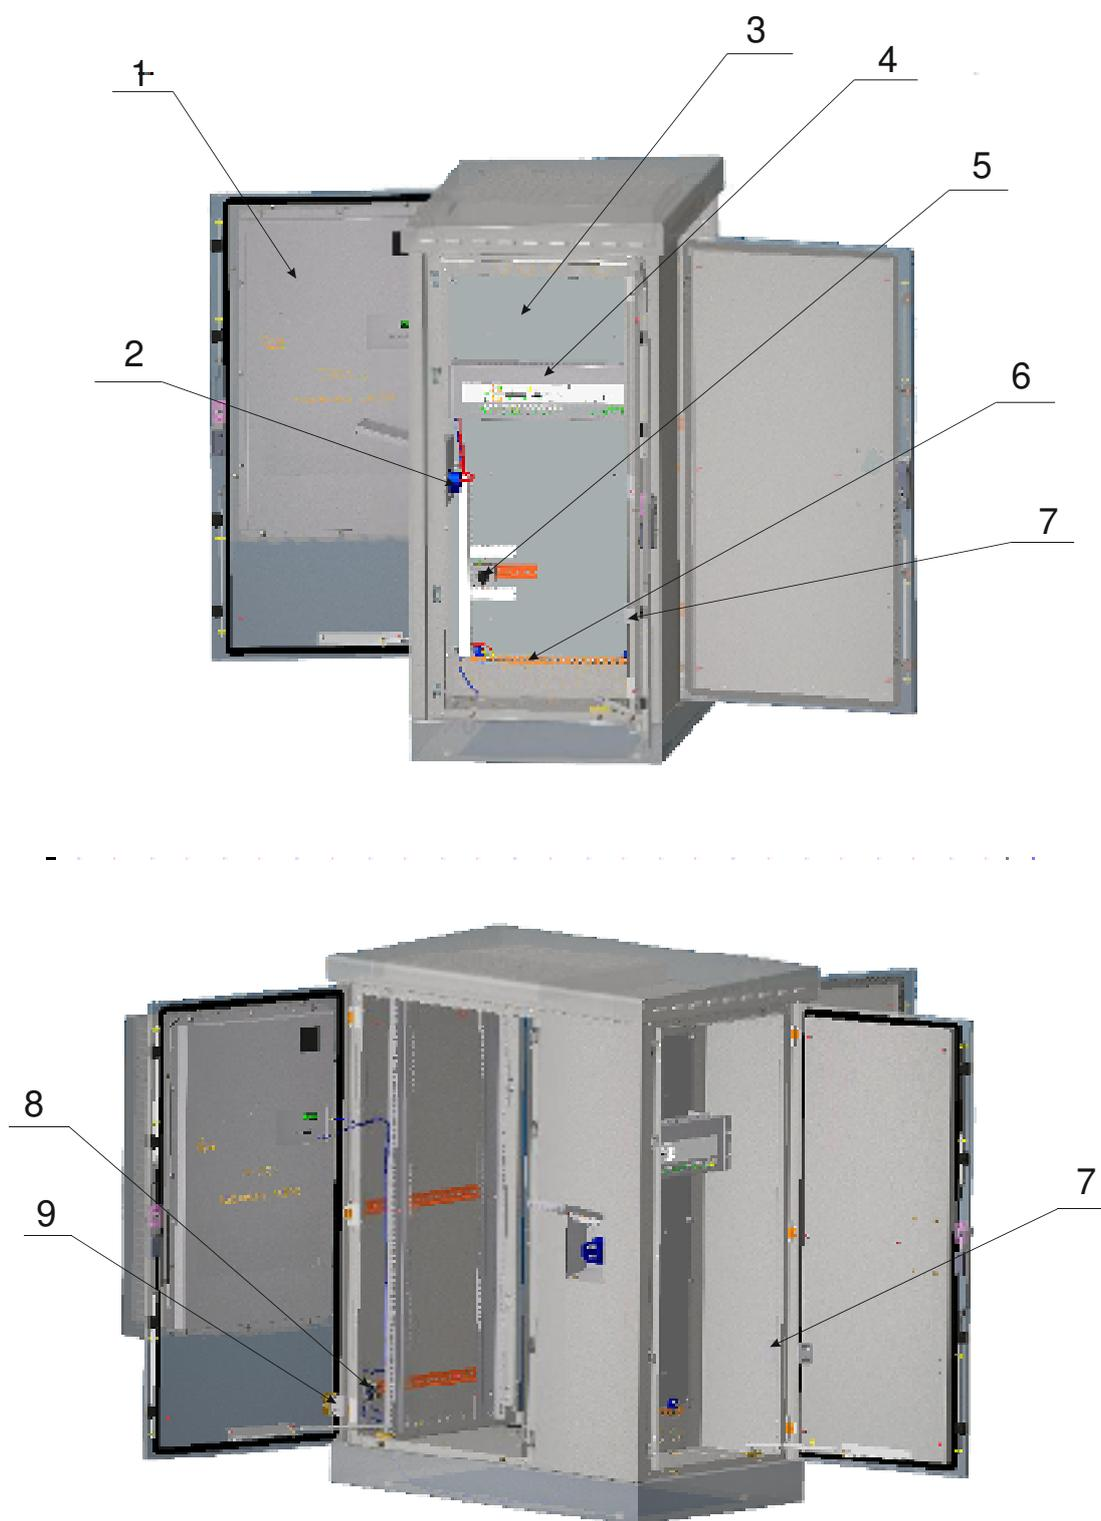
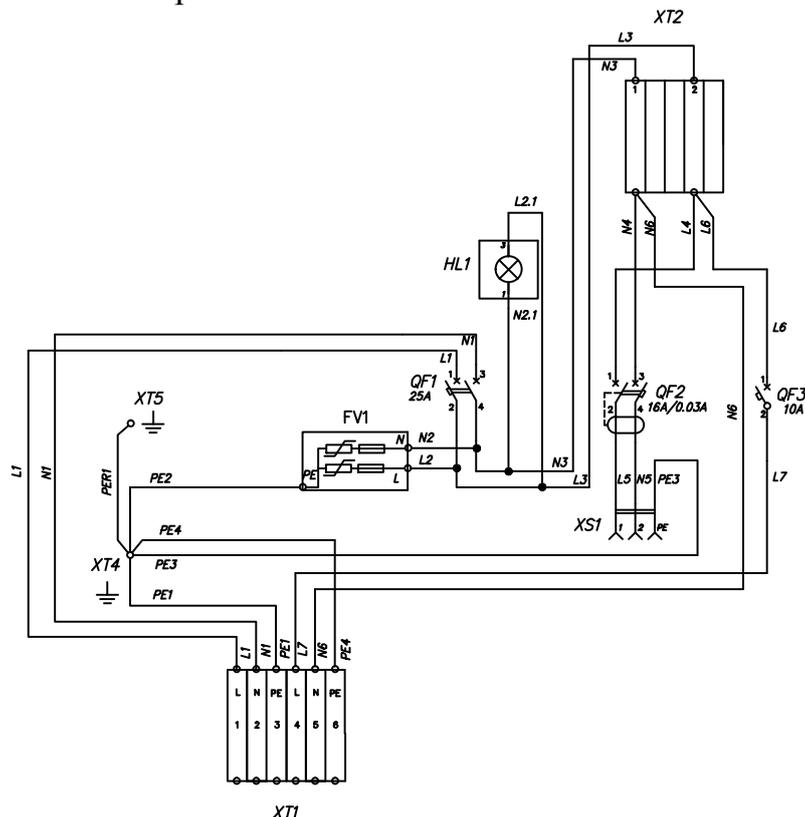

Рисунок 1. Общий вид шкафа серии ШТВ-2
Рисунок 3. Схема ВРУ
На оцинкованной панели (поз.3 рис.1) расположена DIN-рейка с кулачковый переключателем (поз.5 рис.1 для переключения питания с внешней сети на ДГУ), пластиковые короба, шина заземления (поз.6 рис.1) и ВРУ – вводно-распределительного устройства (поз.4 рис.1). Схема ВРУ показана на рис. 3. Внешние источники питания подключаются к однофазной вводной вилке (поз.2 рис.1). Система климат-контроля шкафа (поз.1 рис.1) встроена в дверь и подключен к одному из датчиков двери (поз. 9 и поз.7 рис.1) и к клеммным зажимам (поз.8 рис.1). Питание системы климат-контроля осуществляется через ВРУ.
ВРУ (вводно-распределительное устройство) представляет собой набор активных компонентов в отдельном корпусе. ВРУ может крепиться как на вертикальные направляющие так и на монтажную панель с помощью специальных кронштейнов. ВРУ служит для распределения питания, защиты шкафа от перегрузок и утечек, а также для защиты оборудования от высоких токов перенапряжения и грозовой защиты. Схема ВРУ и обозначение элементов представлена на рис.3 и табл.1.
Для защиты оборудования внутри шкафа от грозových и внутренних перенапряжений в ВРУ используется ограничитель перенапряжения (FV1 на рис.3). Ограничитель перенапряжения состоит из основания и сменного модуля с индикатором: оранжевый - требуется замена модуля, зеленый флажок - в рабочем состоянии. Имеет встроенную тепловую защиту. Проверять состояние модулей следует согласно табл. 3.
3. Перевести автоматический выключатель (QF2) в положение «включено». Проверить с помощью специального инструмента напряжение 220В в розетке ВРУ (XS1 рис.3).